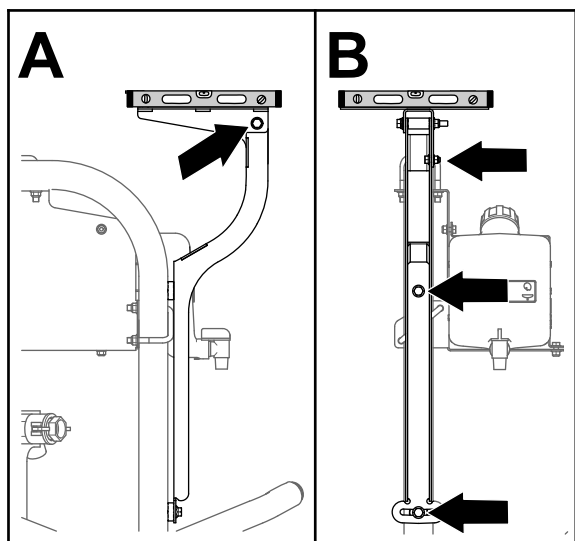

図 155
3. 受信機プレートを左右水平にする 図 155。
5. 受信機プレートを前後水平にする 図 155。